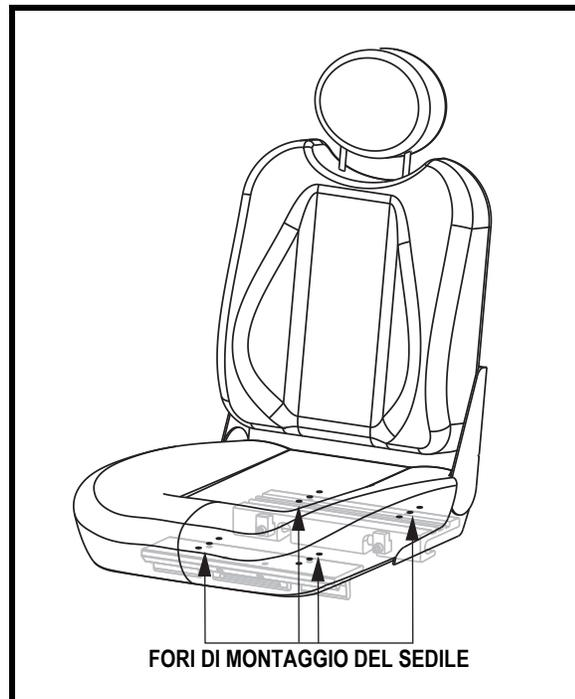

Figura 15. Regolazione della posizione del sedile
4. Riposizionare le estrusioni su una serie diversa di fori di montaggio. È necessario spostare entrambe le estrusioni dello stesso numero di fori in avanti o all'indietro. **Vedere la figura 15.**